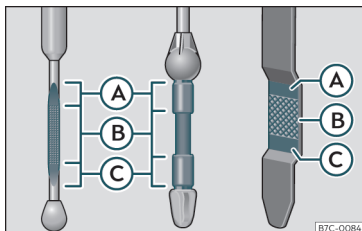

Fig. 186 Asta di misurazione livello olio motore.
- In seguito, estrarla di nuovo e controllare il livello dell'olio» fig. 186. Se necessario, rabboccare dell'olio.
- Quando il livello raggiunge almeno la zona >>> **fig. 186** (B), avvitare attentamente il tappo del bocchettone di rifornimento >>> ①.
① AVVISO
Se il livello dell'olio si trova al di sopra della zona >>> **fig. 186** (A), non avviare il motore. Pericolo di danni al motore e al catalizzatore! Rivolgerti presso un'officina specializzata.
Il livello dell'olio non deve in nessun caso essere al di sopra dell'area >>> **fig. 186** (A). L'olio in eccesso potrebbe altrimenti essere aspirato attraverso lo sfiato del basamento ed essere liberato nell'atmosfera attraverso l'impianto di scarico.